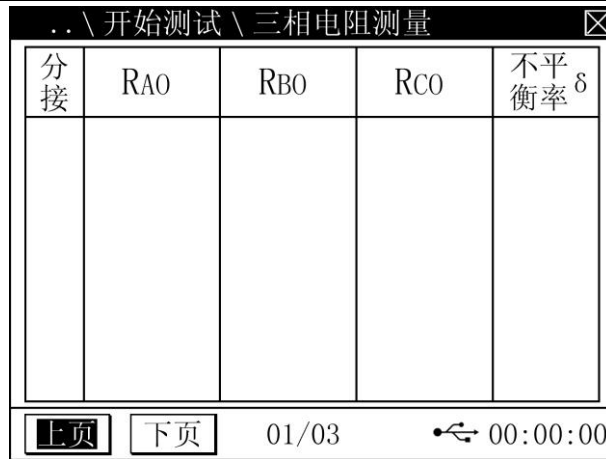

图 7.8
4) 将光标移到“显示”按钮，按“确认”键则显示暂存的结果，如图 7.8。按“返回”键则返回到测试界面。